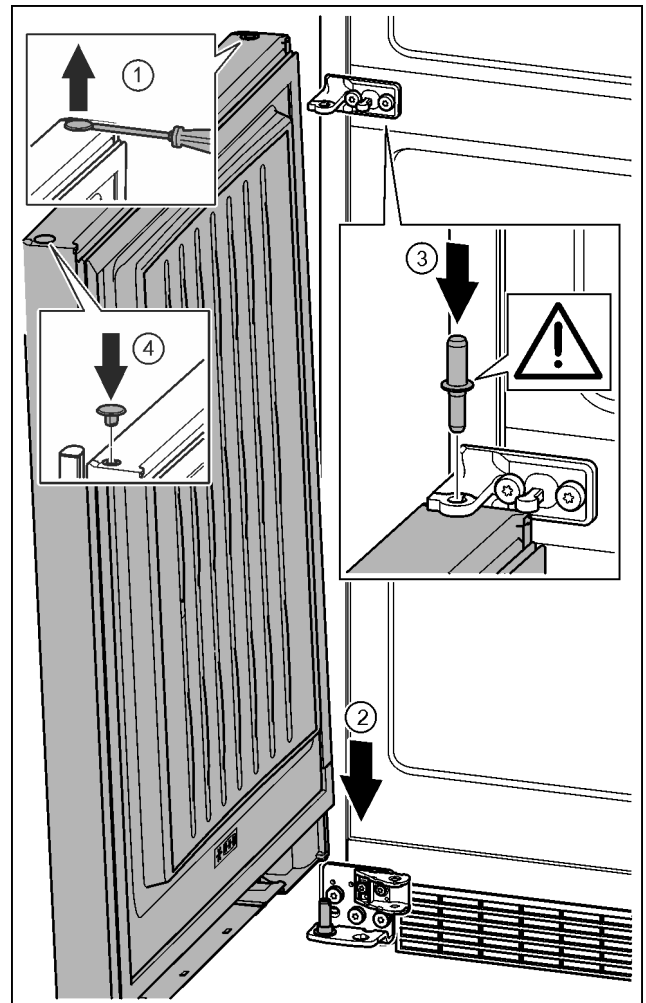

Fig. 40
- ▶ За допомогою шлицевої викрутки обережно підніміть пробку та витягніть її. *Fig. 40 (1)*
- ▶ Встановіть дверцята зверху на нижній опорний гвинт. *Fig. 40 (2)*
- ▶ Середній опорний гвинт встановіть в нижні дверцята через середній опорний кронштейн. При цьому виступ фіксатора повинен бути спрямований назад. *Fig. 40 (3)*
- ▶ Знову вставте пробку з іншого боку дверцят. *Fig. 40 (4)*